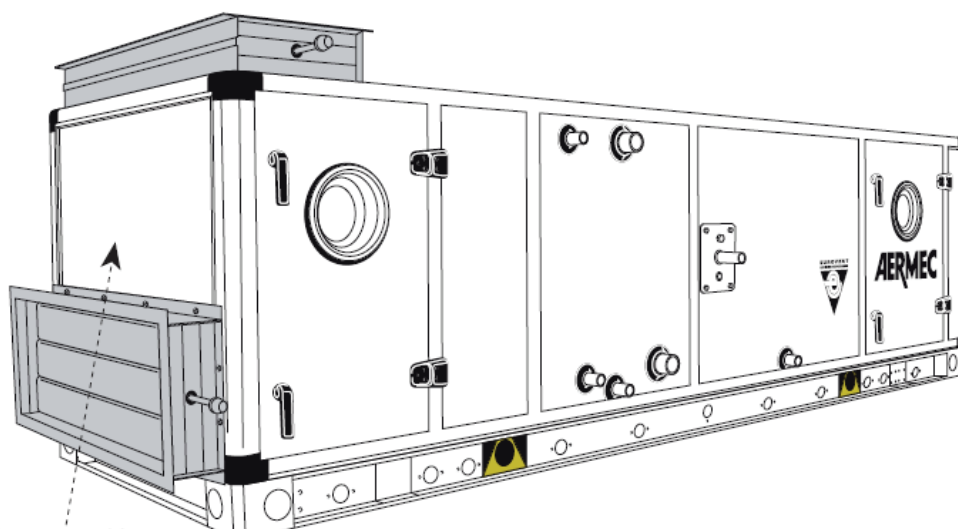

рис. 2
- Впуск и выпуск воды должны обеспечивать противотоковый теплообмен: следует соблюдать указания табличек "ВПУСК ВОДЫ" (WATER INLET) и "ВЫПУСК ВОДЫ" (WATER OUTLET) (см. рис. 1 и рис. 2). Обычно теплообменники с правосторонним подключением имеют подвод снизу, а с левосторонним - сверху.